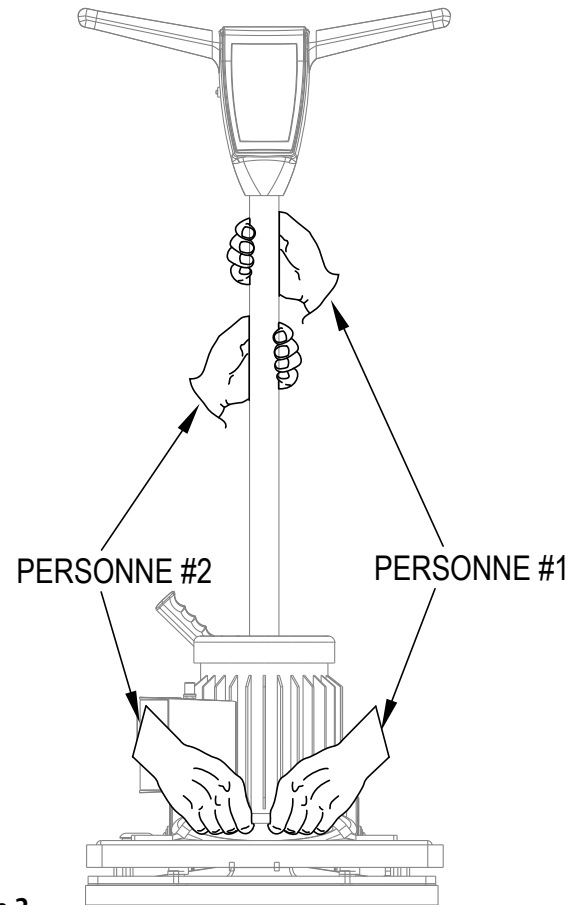

Figure 2
- 3 Saisissez l'appareil aux points de levage et placez-le dans le compartiment de transport (voir la figure 2).